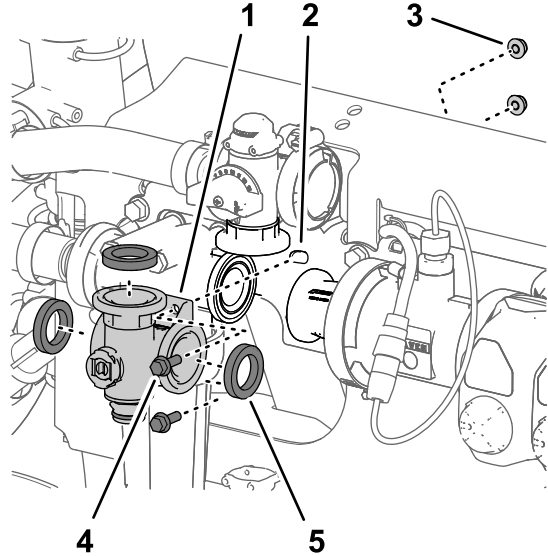
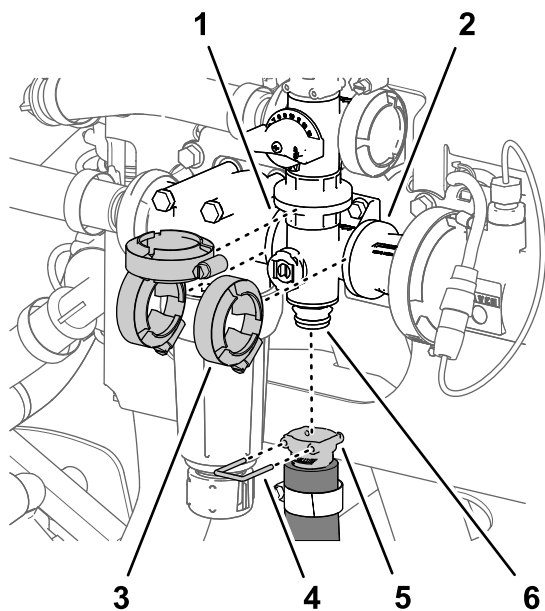

Bild 120
Bild 121
1. Fluchten Sie den Flansch des Rührwerkventilverteilers und drei Dichtungen mit den Flanschen des Rührwerksicherheitsventils, des Druckfilterkopfs und dem Kupplungsadapter aus (Bild 120 und Bild 121).
2. Befestigen Sie den Rührwerkventilverteiler mit drei Flanschklammen, die Sie in Entfernen des Rührwerkverteilerventils \(Seite 85\) entfernt haben, lose am Rührwerksicherheitsventil, am Druckfilterkopf und am Kupplungsadapter (Bild 121).
5. Ziehen Sie die drei Flanschklammen mit der Hand an (Bild 121).
6. Befestigen Sie die Schnellkupplung des Rührwerkschlauchs mit dem Schnellkupplungsstift am Schnellkupplungsanschlussstück des Rührwerkventilverteilers (Bild 121).